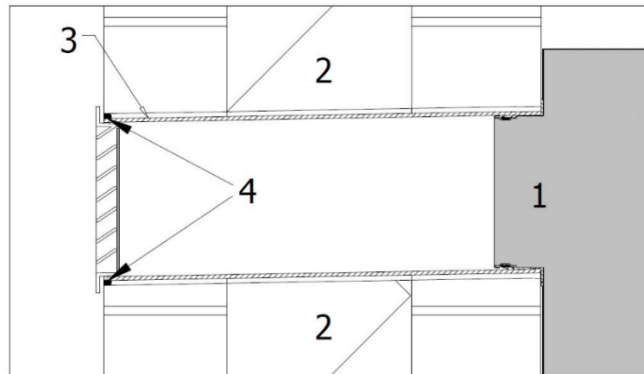

Abbildung 9: Abdichten der Fugen rund um die Kanäle, Schnittzeichnung
Hinweis: Abbildung 9 zeigt ein Gerät mit durch die Wand verlegten Zuluft- und Fortluftkanälen.
Abbildung 9 ist eine Schnittzeichnung, die eine Wand mit einem Kanalloch und Kanalanschlüssen zeigt. Das Gerät wird an der Innenwand installiert, also im grauen, mit Nummer ,1' gekennzeichneten Bereich auf der rechten Seite.
1. Tragen Sie Dichtungsmittel auf die Kanalauschenkanten auf, siehe ,4' in Abbildung 9 oben.